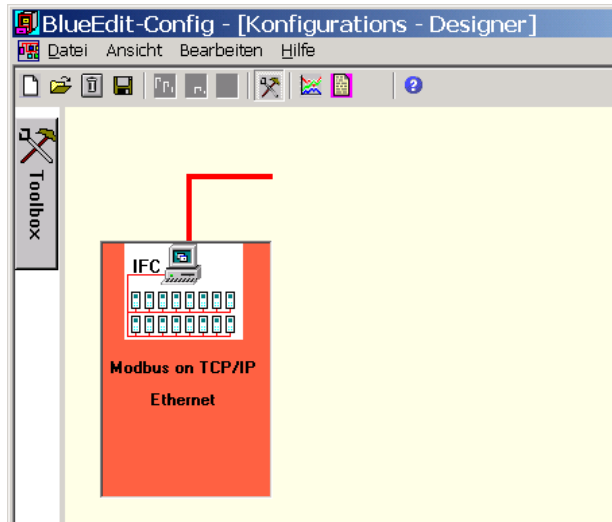

Abb. 11: Einrichten einer Schnittstelle
Aktivieren und halten Sie mit der linken Maustaste das gewünschte Protokoll und ziehen Sie es nach rechts auf das Arbeitsblatt; die gewählte Schnittstelle wird angelegt und grafisch dargestellt (Abb. 11: Einrichten einer Schnittstelle).
- Ziehen Sie eines der gelisteten Geräte (KS108) mit der linken Maustaste auf das Arbeitsblatt (analog zu Abb. 11: Einrichten einer Schnittstelle). Es erscheint ein Dialogfenster mit Einstellungen (Gerätebeschreibung, usw.).